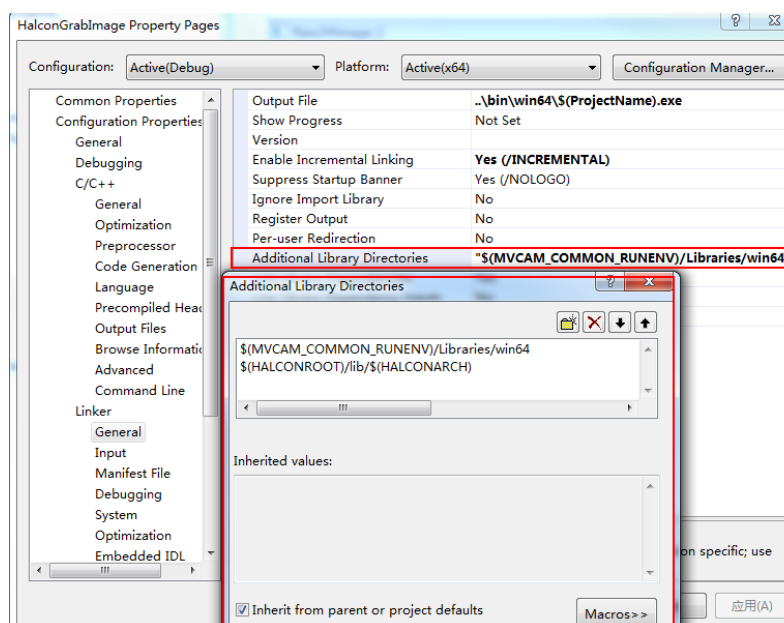
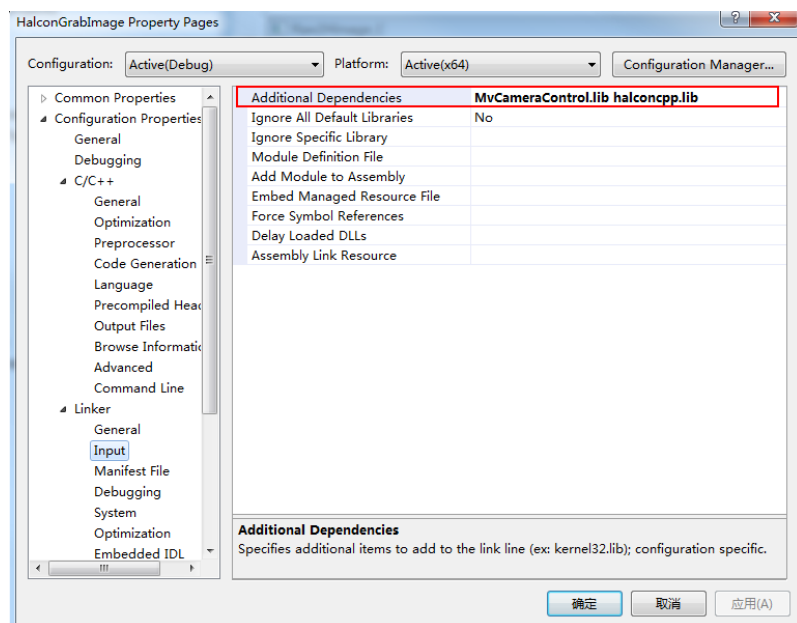

图3-4 加入 lib 库
图3-5 加入 lib 文件
2. 将 Halcon 和 C++ 的 SDK 头文件和 lib 文件加入到工程中，如图 3-5 和图 3-4 所示。